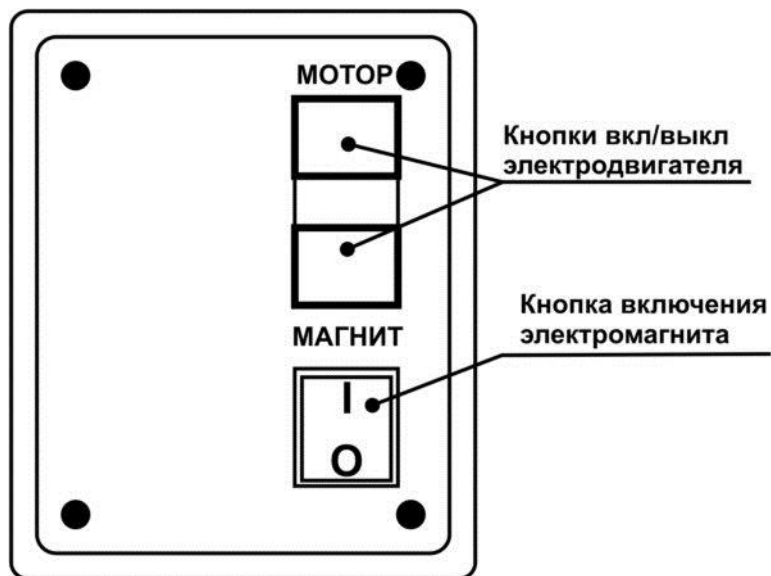

Рис. 2. Панель управления.
На корпусе машины смонтирована панель управления (5). Выключатель электромагнитного основания **МАГНИТ** (7) одновременно служит общим выключателем машины. Для управления двигателем служит выключатель **МОТОР**. Внешний вид панели управления представлен на Рис. 2